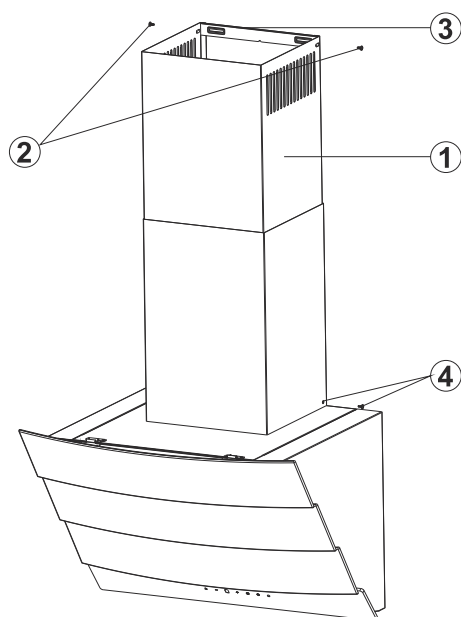

Fig. 5
- Indvendig skorsten (nr. 1) skal afmonteres ved at skrue på skrue nr. 2 (Fig. 5). Derefter kan indvendig skorsten skydes ind i det udvendige skorsten.
- Udvendig skorsten kan afmonteres ved at skrue på skrue nr. 4 (Fig. 5). Fjern nu begge skorstenene.
- Montere nu skorstenene på punkterne (Fig. 5).